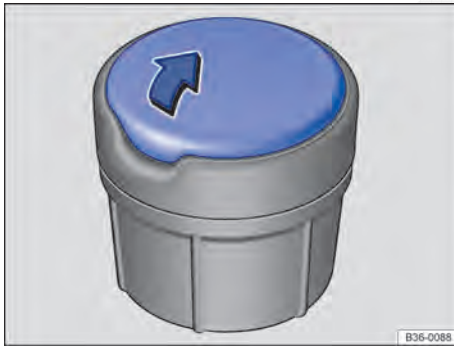

Fig. 134 Cinzeiro móvel.
- Para *abrir*, deslizar a cobertura no sentido da seta ⇒ Fig. 134.